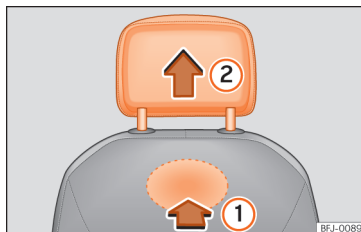

Рис. 67 Знімання переднього підголівника.
- Щоб розблокувати підголівник, знайдіть на спинці сидіння заглиблення й натисніть на нього в напрямку стрілки »» рис. 67 ①.
- Витягніть підголівник у напрямку стрілки ②.